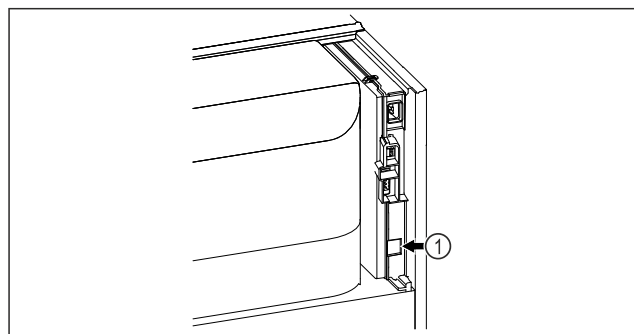

Fig. 139
- ❑ Το SmartModule Fig. 139 (1) είναι τοποθετημένο.